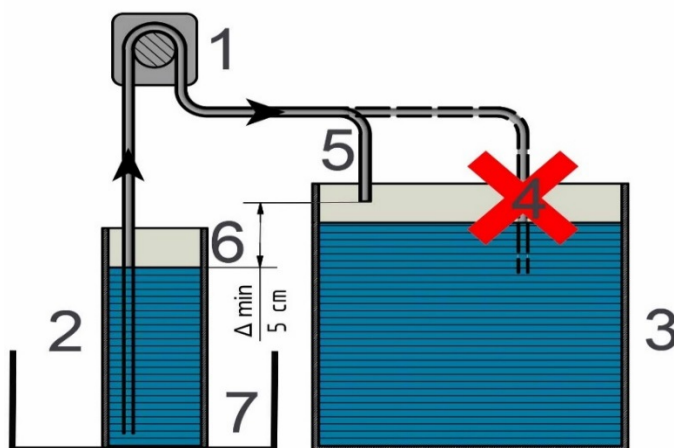

Fig. 1: Veiligheidsinstructies:
De doseerpompen (1) zijn zelf aanzuigend en moeten geïnstalleerd worden vlg's Fig. 1. Dit is de enige manier om volledig leeg geraken van de container te voorkomen (2). Het is aanbevolen om de slangetjes zo kort mogelijk te houden (water hoogte max. 2 m = 0.2 bar). Maar de slang aan de aanzuigkant moet volledig tot de bodem van de container (2) komen. Om terugstromen te voorkomen mag de doseerslang niet in het aquariumwater hangen (4). Het water niveau in de container (6) moet altijd onder het uiteinde van de doseerslang komen (5). Het water niveau in het filter/aquarium is niet belangrijk m.b.t. deze instructies.